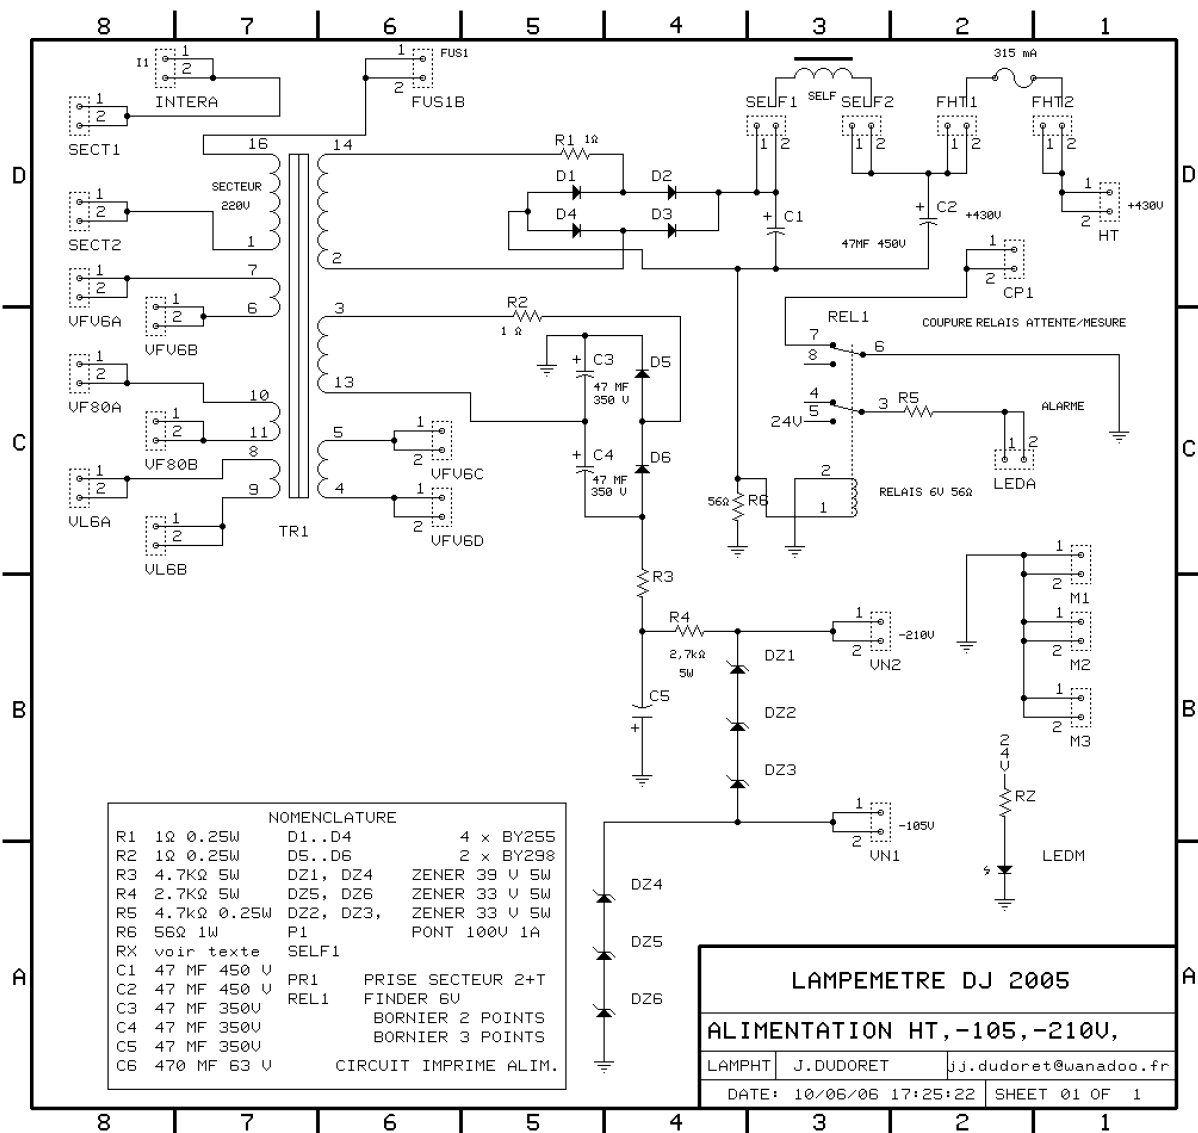

Fig. 5 : Alimentation HT, 24 V et - 105 V, -210 V.
- le circuit des trois sources HT forte et moyenne puissance, (§ fig. 5 et 6).